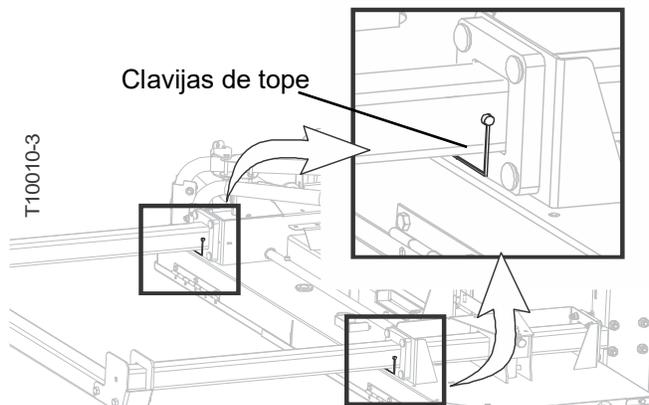

FIG. 3-12
**NOTA:** Esto evitará que el cabezal de corte se desplace por el mástil durante el montaje. (Vea FIG. 3-12 )